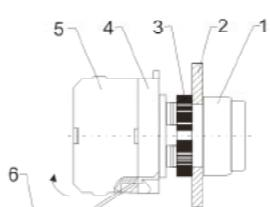

Рис. 4
1) С помощью плоской отвертки следует приподнять подвижную засечку контактного элемента, а затем оттянуть контакт от промежуточного корпуса (рис. 4)